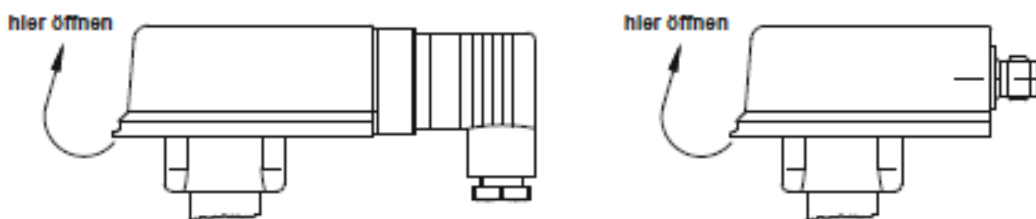

Abb.14
- Zum Verstellen der Schalteinheit öffnen Sie den Deckel des Schaltkopfes (→Abb. 14).